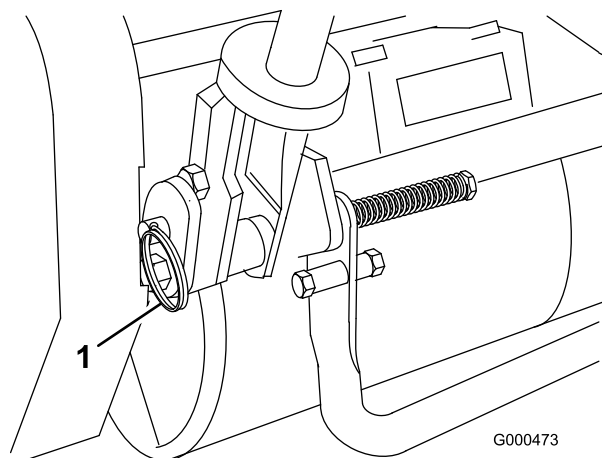

Bild 8
1. Nehmen Sie auf jeder Seite des Rasenmähers die Splints von den Ringstiften ab (Bild 8).
2. Stützen Sie den Griff ab. Nehmen Sie die Ringstifte auf jeder Seite ab. Lassen Sie den Griff auf die gewünschte Position ab oder heben Sie ihn an (Bild 8).